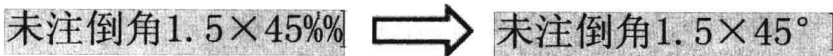

图 5-2-19
(5) 在“注释”选项卡“文字”面板中单击“单行文字”按钮 **A**。单击一点，确定起点的位置。
(6) 命令行提示“指定高度 <2.5000>”，按 Enter 键，使用默认的高度；命令行提示“指定文字的旋转角度 <0>”，按 Enter 键，确定默认的角度值为 0。
(7) 输入文字“未注倒角 $1.5 \times 45\%d$ ”，当输入“d”之后， $\%d$ 切换为度符号°，如图 5-2-19 所示，按两次 Enter 键，结束单行文字操作。